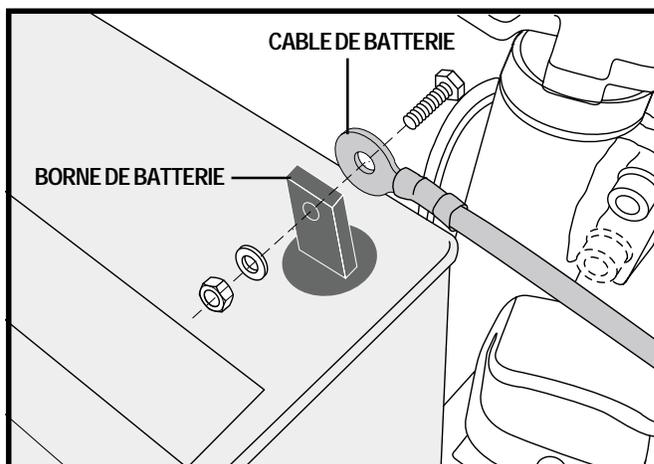

Figure 13. Enlèvement du câble à batterie de sa borne
4. Relevez les capuchons des bornes de batteries et débranchez les câbles des bornes. Voir la figure 13.